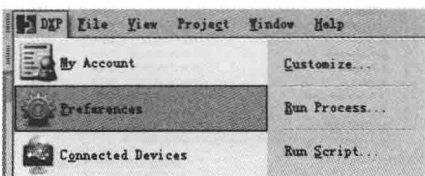
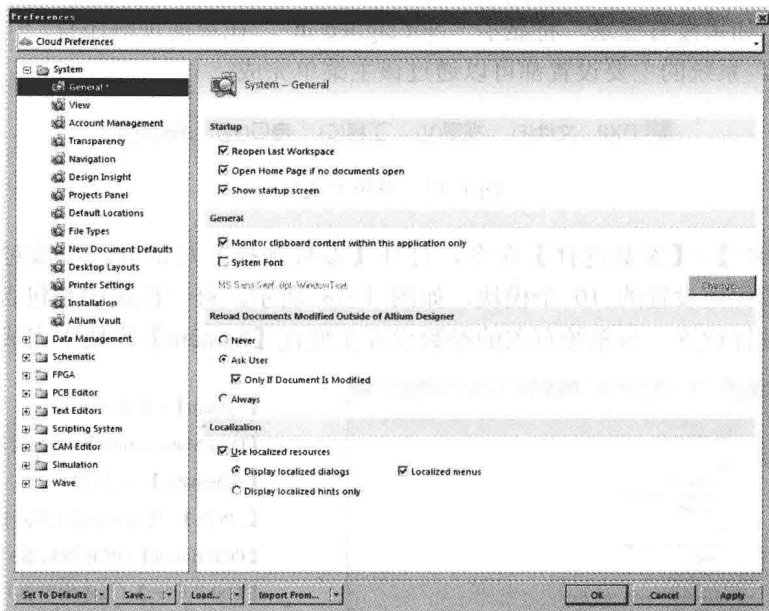

图 1-14 执行【Preferences】命令
图 1-15 【Preferences】对话框
(1) 在【开始】菜单栏中单击 Altium Designer 图标, 启动 Altium Designer。
(2) 如图 1-14 所示, 执行菜单命令【DXP】/【Preferences】, 弹出【Preferences】对话框, 如图 1-15 所示。